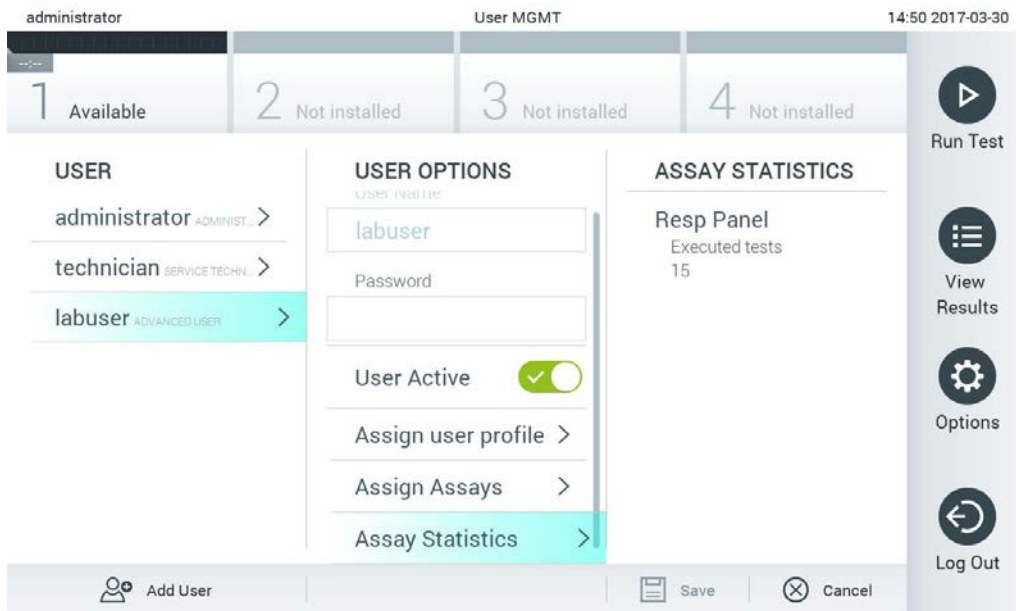

Figure 56. Affichage des statistiques de dosage.
- Assay Statistics (Statistiques de dosage) : affiche le nombre de fois qu'un dosage a été exécuté par l'utilisateur sélectionné (figure 56).